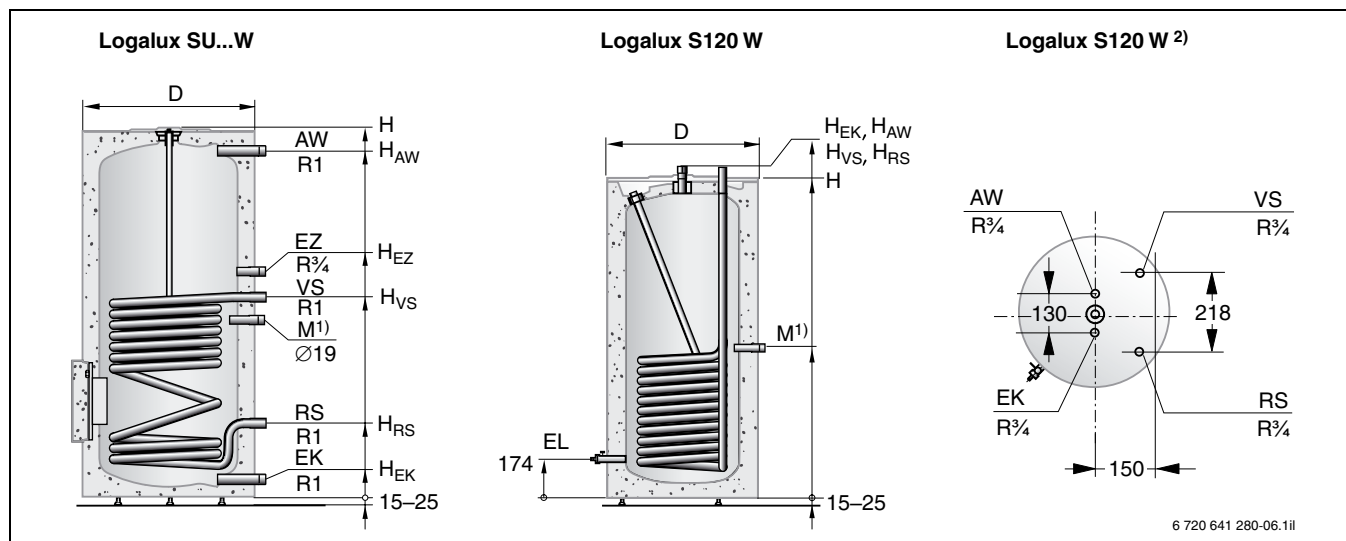

Рис. 8. Габариты и подключения бака-водонагревателя Logalux S120 W, SU160 W, SU200 W и SU300 W (размеры в мм)
1) Подключения на задней стороне бака (рис. 8, стр. 16); требуемое расстояние от подключений на задней стороне бака до стены 100 мм.